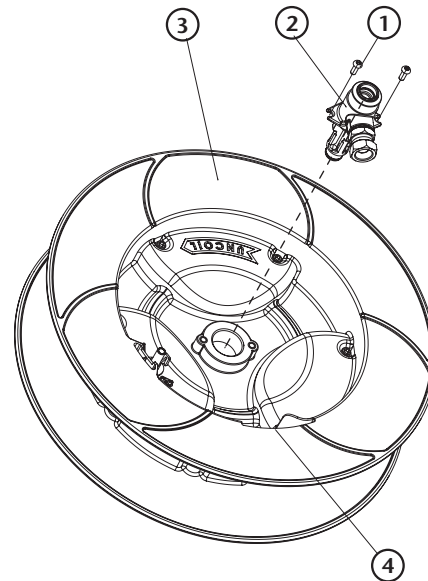

Abb. 19
13. Lösen Sie auf der gegenüberliegenden Seite der Trommel die Schrauben (1) (Abb. 19), mit denen die Trommelwelle (2) (Abb. 19) an der Scheibe (3) (Abb. 19) befestigt ist. Speichern Sie die Komponenten, um sie später erneut zu installieren.
14. Ersetzen Sie die Scheibenbaugruppe (3) (Abb. 19) durch die neue Scheibe und bauen Sie die Komponenten in umgekehrter Reihenfolge wieder zusammen. Beginnen Sie mit der Montage der Messingscheibenwelle (2) (Abb. 19) durch Anziehen der Schrauben (1) (Abb. 19). Wenden Sie beim Anziehen dieser Schrauben nicht
mehr als 4 Nm Drehmoment an, um Kunststoffbruch zu vermeiden. Um die Scheibenwelle (2) (Abb. 19) in der richtigen Position zu montieren, achten Sie darauf, sie so zu montieren, dass die Verschraubung zum Scheibenfenster (4) zeigt (Abb. 19).